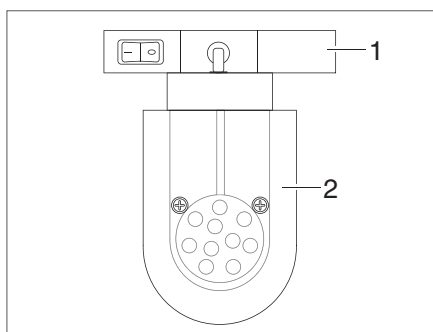

Fig. 58 Faretto a LED (esempio)
- Afferrare il supporto (Fig. 58,1) e girarlo di 90°.
- Togliere il faretto a LED (Fig. 58,2) dal sistema di guide.
- Riapplicare il faretto a LED (Fig. 58,2) nel sistema di guide nella posizione desiderata e girarlo di 90°.